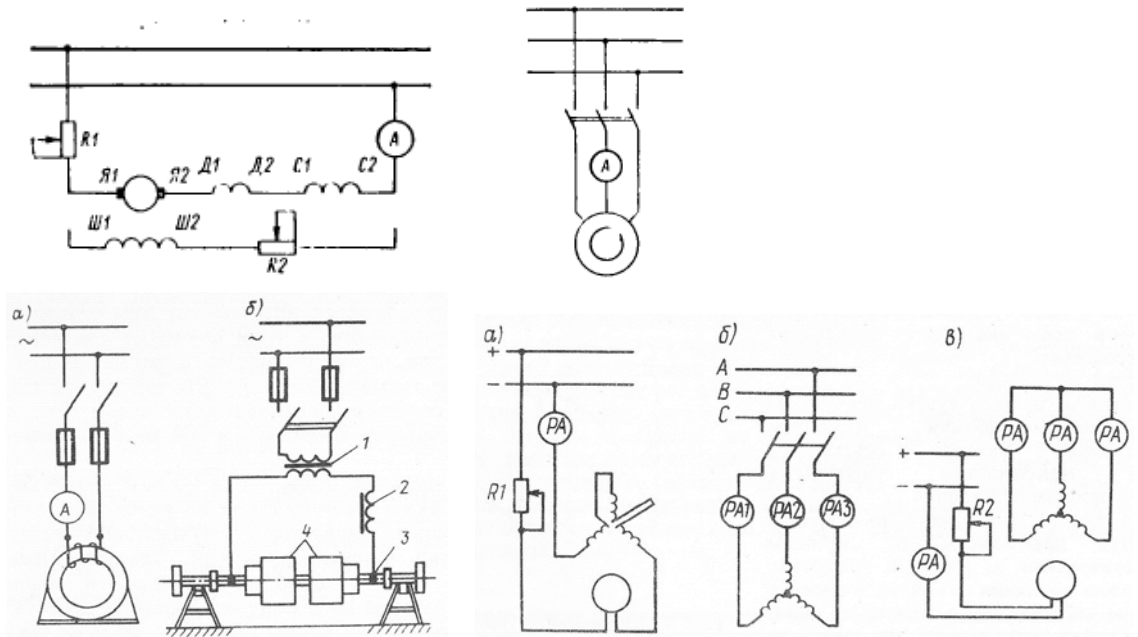

Рис. 2
3. Приборы, применяемые для повышения сопротивления изоляции. Методика повышения сопротивления изоляции судового электрооборудования и электрическим машин в судовых условиях (рис. 2). Техника безопасности.